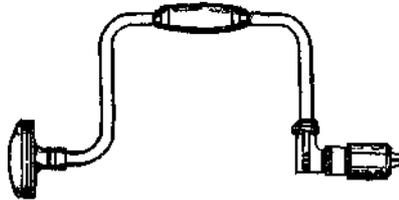

Fig. 62
*Arco de pua* (Fig. 62). — Instrumento em que se prendem as puas e as verrumas, para furar. Os melhores são os que funcionam sobre esferas e têm catraca para meias-voltas.